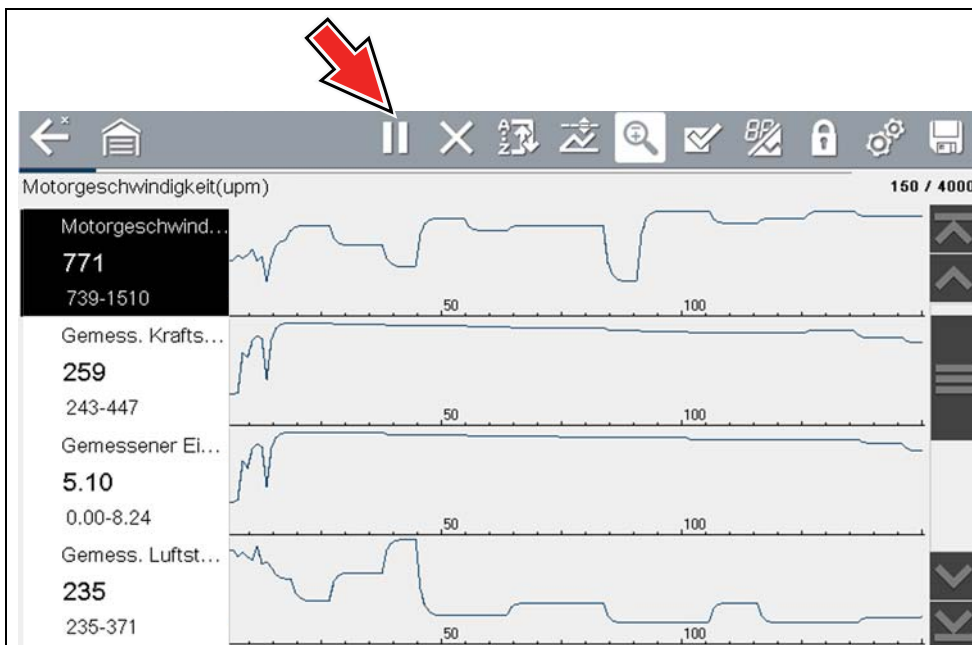

Abbildung 4-34
1. Tippen Sie während der Datenerfassung auf das Symbol **Pause** (Abbildung 4-34).